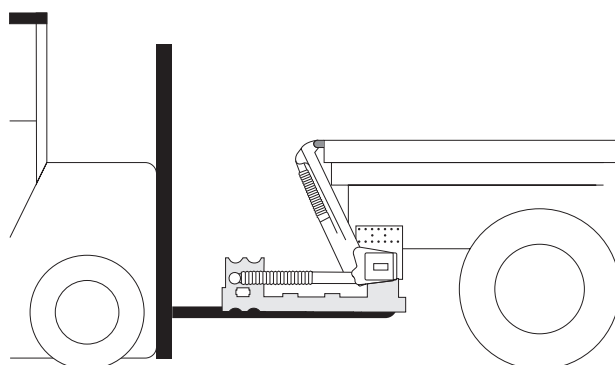

Bild 20. Använd lyftens emballage och en truck
6. Lyftstommen bör placeras så högt som möjligt inom angivna C-mått. Justera stommen till idealhöjd under ramen. Använd lyftens emballage och en truck, Se Bild 20. Stommen ska placeras parallellt mot påbyggnationens golv och får inte ligga an mot fordonets ram, det måste finnas några millimeter spel. Vid behov, justera armarnas vinkel genom att försiktigt köra lyften.